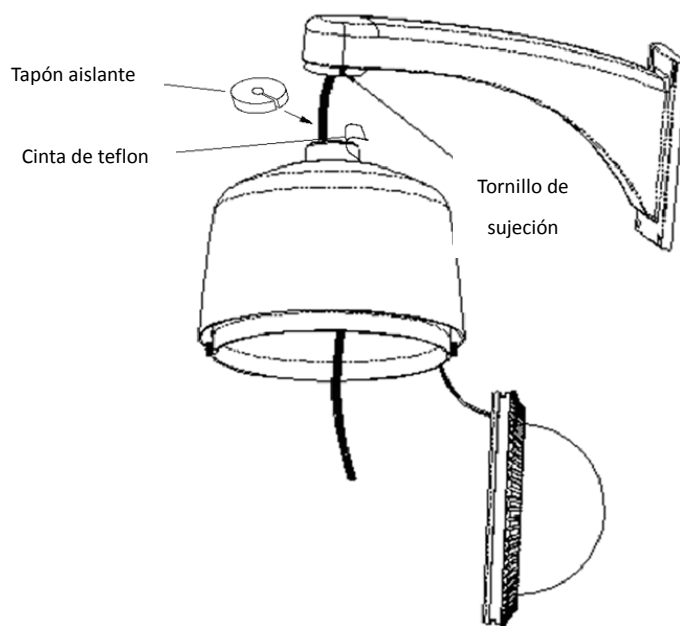

Figura 1.2.14
- Instale la caja trasera. Abra la placa de conexiones, pase los cables por la parte superior de la caja trasera y conéctelos a la placa. Monte la caja trasera y apriete los tornillos de sujeción (Figura 1.2.14) para fijar la caja trasera. Conecte los cables y reemplace la placa de conexiones.